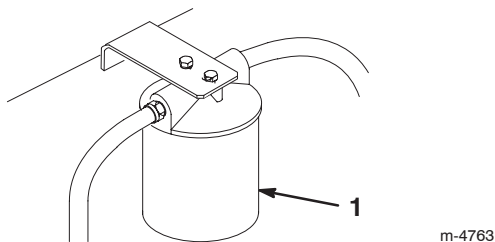

Figure 41
3. Placez un bac de vidange sous le filtre, déposez le filtre usagé et essuyez la surface du joint de l'adaptateur (Fig. 41).